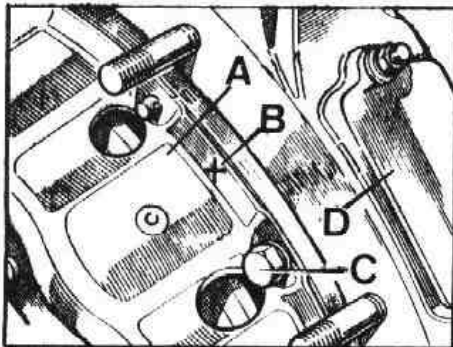

Fig. A1-97 Montaje del plato de presión
- 2.6. Montar el plato de presión, A (Fig. A1-97) sobre el volante, alineando - la marca de apareamiento, B, existente en dicho plato, con la misma existente en el volante.
- 2.7. Montar los tornillos, C (Fig. A1-97), dándole un apriete de 3 a 3,5 mkg.
- 2.8. Montar la tapa de registro, D (Fig. A1-97).